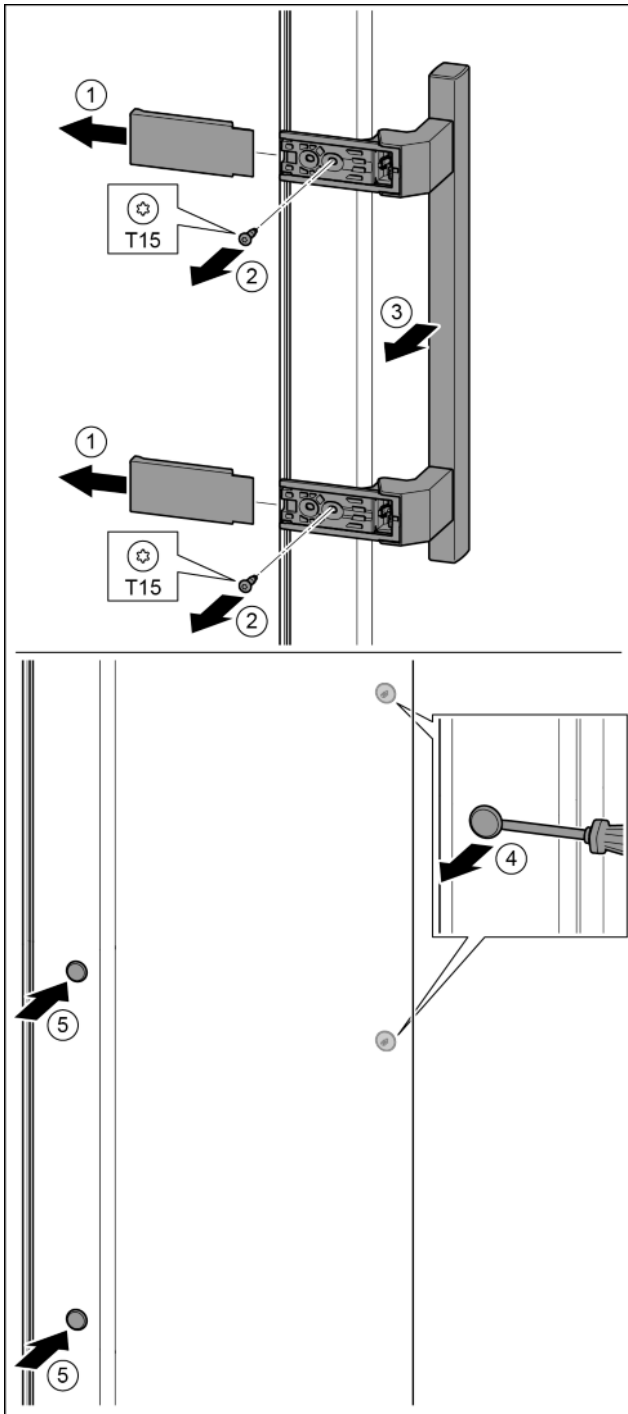

Fig. 17
- ▶ togliere la copertura. Fig. 17 (1)
- ▶ Con il cacciavite T15 svitare le viti. Fig. 17 (2)
- ▶ Togliere la maniglia. Fig. 17 (3)
- ▶ Con un cacciavite sollevare con attenzione i tappi laterali ed estrarli. Fig. 17 (4)
- ▶ Inserire nuovamente i tappi sull'altro lato. Fig. 17 (5)